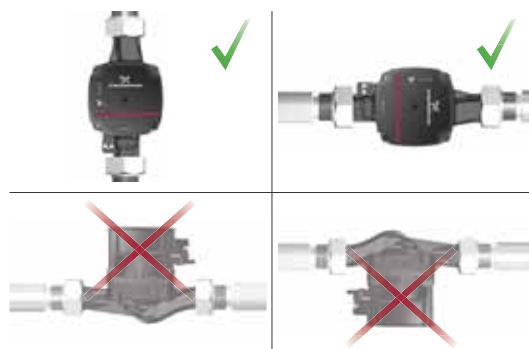

Fig. 4 Posiciones de la bomba
Instale siempre la bomba con el eje del motor en posición horizontal. No instale la bomba con el eje del motor en posición vertical. Consulte las imágenes inferiores de la fig. 4.
- Bomba instalada correctamente en una tubería vertical. Consulte la imagen superior izquierda de la fig. 4.
- Bomba instalada correctamente en una tubería horizontal. Consulte la imagen superior derecha de la fig. 4.